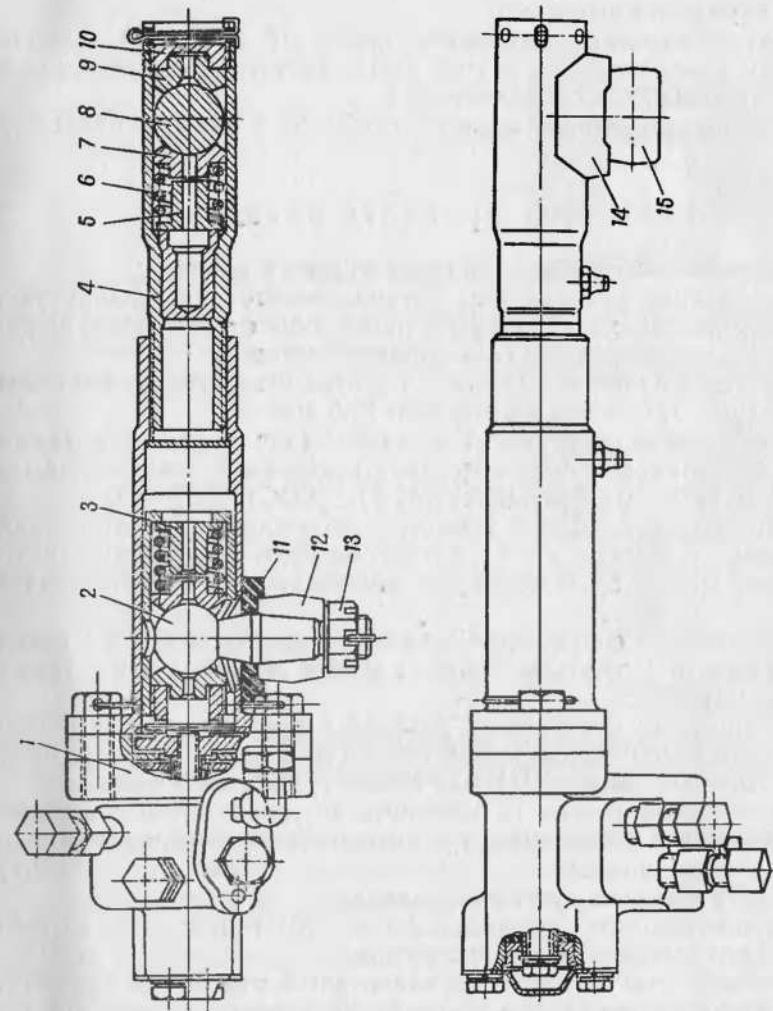

Рис. 10. Тяга сошки рулевого управления:
10. Расшплинтовать, вывернуть пробку 10 (рис. 10), вынуть сухарь 9 и отъединить двуплечий рычаг от тяги 4 сошки, вынуть сухарь 7, пружину 6 и ограничитель 5.
е) Сферические поверхности деталей 7 (рис. 10), 8 и 9, а также внутренние цилиндрические поверхности детали 4 должны быть обильно смазаны смазкой ЦИАТИМ-201 (ГОСТ 6267—59).
1. Установить сошку на палец 2 (рис. 10) и закрепить ее гайкой 13, гайку зашплинтовать шплинтом.